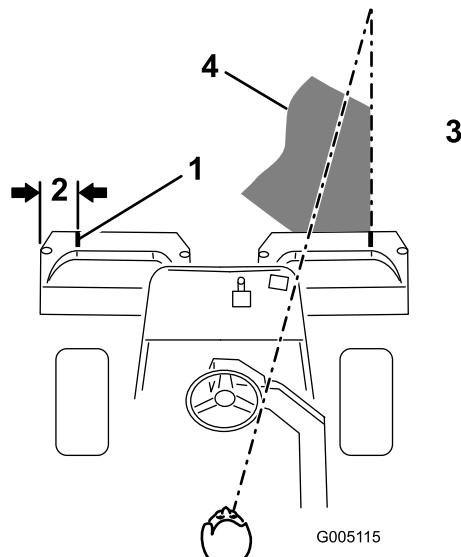
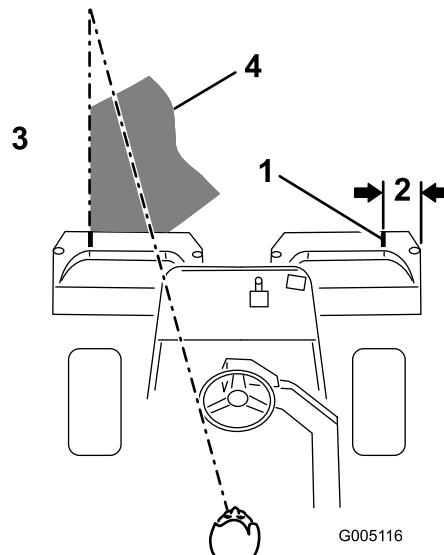

Figura 33
Figura 34
2. Applicate una striscia adesiva bianca, oppure tracciate una linea con della vernice bianca, su ciascun cestello, parallela al bordo esterno del cestello stesso (Figura 33).
3. Durante le passate di ritorno sovrapponete uno spazio minimo alla falciatura precedente. Per tosare in linea retta il green e mantenere la macchina alla medesima distanza dal bordo della falciatura precedente, immaginate una linea da 1,8-3 m circa davanti alla macchina fino al bordo della sezione di green da tosare (Figura 33 e Figura 34). Potrebbe essere utile includere nella linea di collimazione il bordo esterno del volante, vale a dire, tenere allineato il bordo del volante con un punto che si trovi sempre alla stessa distanza dalla parte anteriore della macchina (Figura 33 e Figura 34).